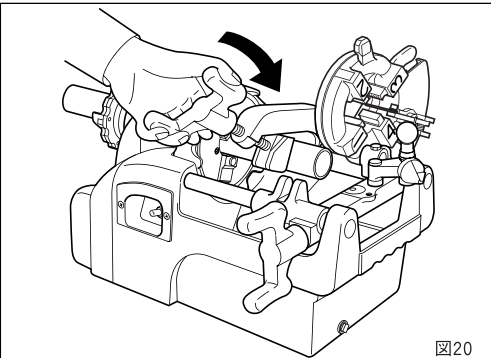

図20
- ① 使用しないダイヘッド・リーマをを起こしてください。
- ② パイプの切断箇所を定めてパイプをしっかり固定します。
- ③ パイプカッタをパイプ径より大きくひらいて図のようにあてがいがい、パイプの切断箇所にカッタの刃を合わせてハンドルでローラーと刃がかかるくあたるところまでちかづけてください。
- ④ スイッチを入れ、カッタハンドルをパイプ1回転で1／2以内の割合いでまわしてください。(図20) 切断のときに最初から強い力で切り込むと、パイプの切り口がだ円形にゆがみ、正しい真円のねじが切れない場合がありますから、切り始めは、軽く締めつけながら徐々に切断してください。